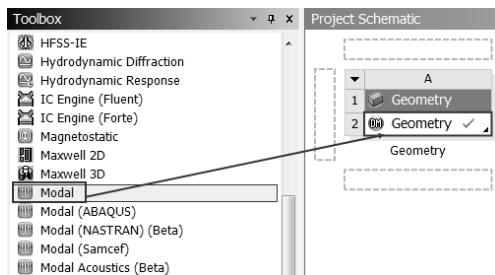

图 7-28 创建模态分析
Step1：如图 7-28 所示，将 Toolbox (工具箱) 中的 Modal (模态分析) 选项直接拖曳到项目 A (几何) 的 A2 (Geometry) 中。